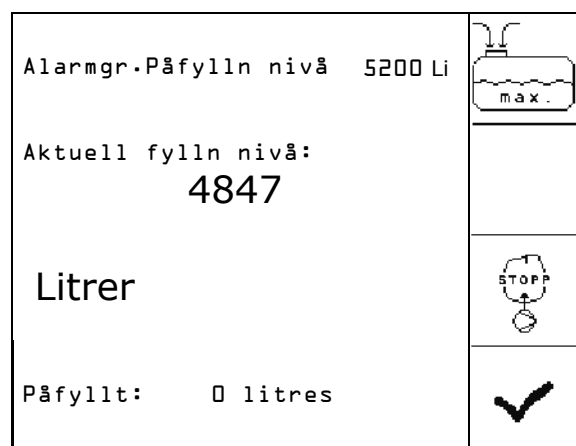

Bild 86
1.  Öppna påfyllningsmenyn (Bild 86).